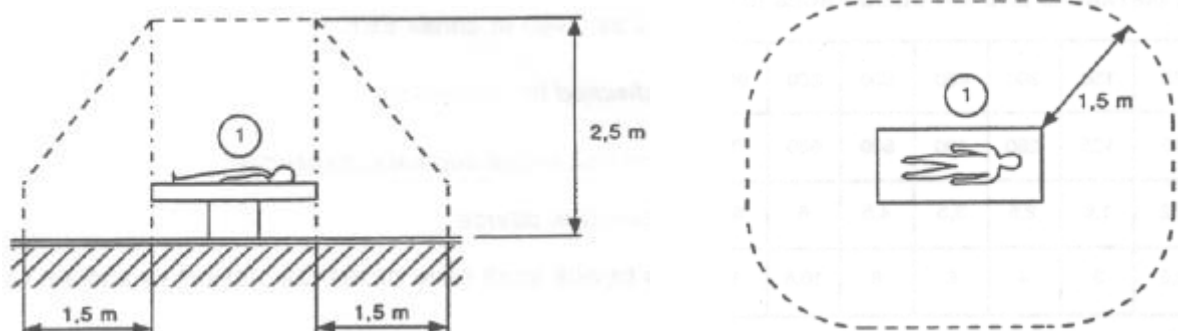

Fig. 1
- Inden for "Patientområde" (se Fig. 1) anbefales det at benytte vaskbart vandtæt udstyr.
Inden for "Patientområde" (se Fig. 1) anbefales det at benytte vaskbare, steriliserbare gummitastaturer og mus. Med hensyn til "berøringsfølsomme skærme" anbefales kapacitiv teknologi (ufølsom ved berøring med handsker), idet den hindrer brugen af handsker (som nogle gange er kontamineret).